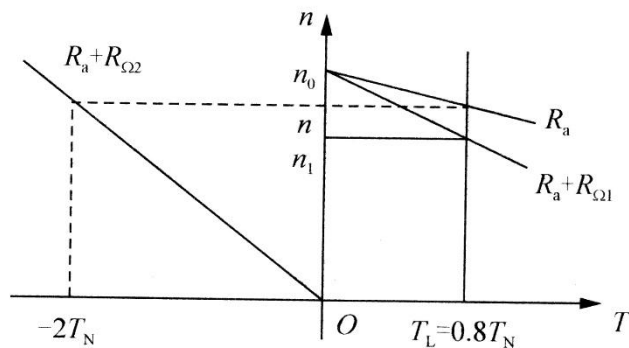

图 5.31 他励直流电动机机械特性
例 5-7 他励直流电动机  $P=30\text{kW}$ ,  $U_N=220\text{V}$ ,  $I_N=158.8\text{A}$ ,  $n_N=1000\text{r/min}$ ,  $R_a=0.1\Omega$ , 试求: ①  $C_e\Phi_N$ 、 $T_N$ ,  $n_0$ ; ② 负载转矩  $T_L=0.8T_N$  时, 电动机在固有特性上(图 5.31)稳定运行的转速; ③ 负载转矩  $T_L=0.8T_N$  时, 电动机在电枢回路串入  $0.3\Omega$  电阻时的稳定运行转速; ④ 负载转矩  $T_L=0.8T_N$  时, 电动机在固有特性上稳定运行时进行能耗制动, 制动初始电流限制为额定电流的两倍时, 制动电阻应为多大? ⑤ 直接启动时启动电流为额定电流的几倍?